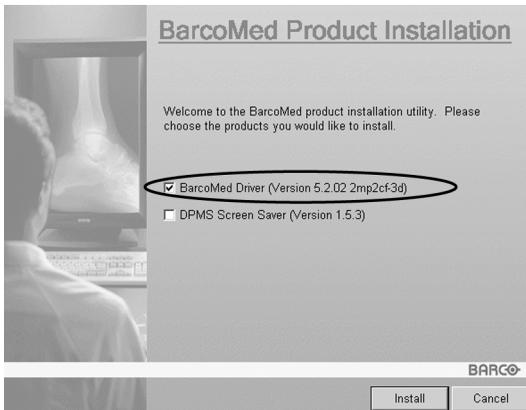

Figura 44
3. Assicurarsi che la casella di controllo accanto al driver sia selezionata e che tutte le altre caselle di controllo siano deselezionate (figura 44 sotto). Fare clic su **“Install”** per continuare.